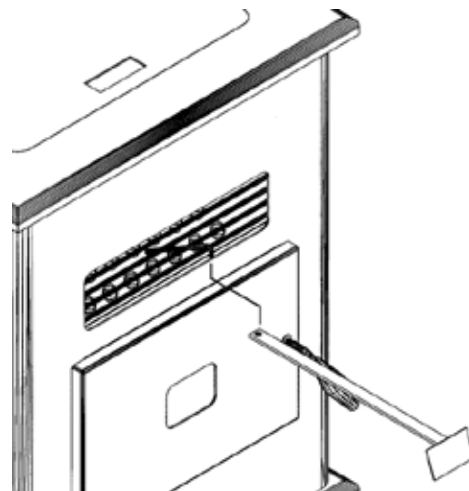

FIGURE 15
- Nettoyez les tubes d'échangeur thermique (Voyez à "**NETTOYAGE**" et à la figure 15).
a. **Tubes d'échangeur thermique** – Votre poêle Breckwell Big E est conçu avec un nettoyeur intégré de tubes d'échangeur. Il doit être utilisé tous les deux ou trois jours afin d'éliminer les cendres accumulées sur les tubes, qui réduit l'efficacité de votre poêle. Insérez l'extrémité de poignée (avec trou) de l'outil de nettoyage sur la tige de nettoyage (Référez-vous à la figure 15). Cette tige de nettoyeur est située dans la grille au-dessus de la porte du poêle. Déplacez la tige de nettoyeur d'avant en arrière plusieurs fois afin de nettoyer les tubes d'échangeur thermique. Quand c'est terminé assurez-vous de laisser le nettoyeur de tubes à l'arrière du poêle.